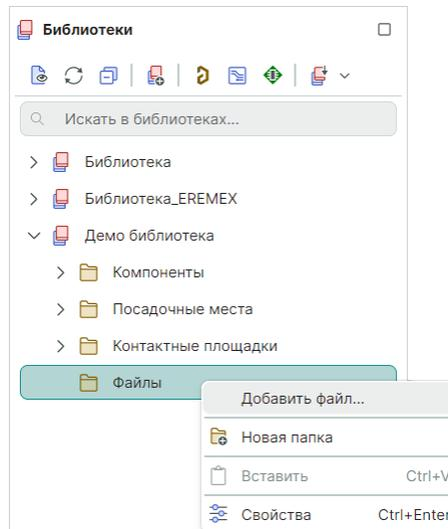

Рис. 354 Добавление файла в библиотеку
2. Из контекстного меню выберите «Добавить файл», см. Рис. 354.